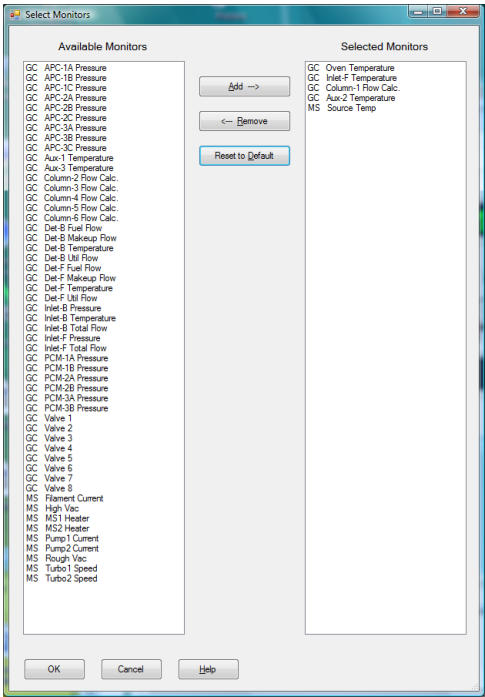

图 6 设置 MS 监视器
- 1 选择方法 > 编辑监视器，以显示**选择监视器**对话框。请参见图 6。